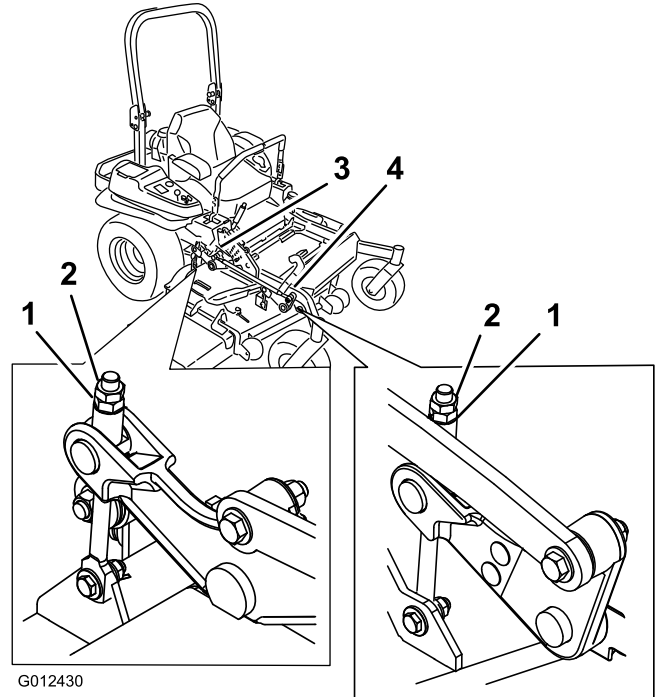

Figura 87
- 10. Gire la tuerca de ajuste del conjunto de elevación de la carcasa delantera para modificar la altura (Figura 87).
16. Gire la tuerca de ajuste del conjunto de elevación de la carcasa delantera para modificar la altura (Figura 87).